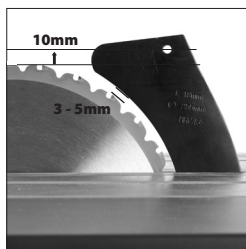

Fig. 19
- Ajustez le couteau fendeur afin qu'il se trouve à 3-5 mm de la lame de la scie. Le trou de fixation du carter de lame sur le couteau fendeur doit se trouver au moins 10 mm plus haut que le haut de la dent de scie. **(Fig. 19)**